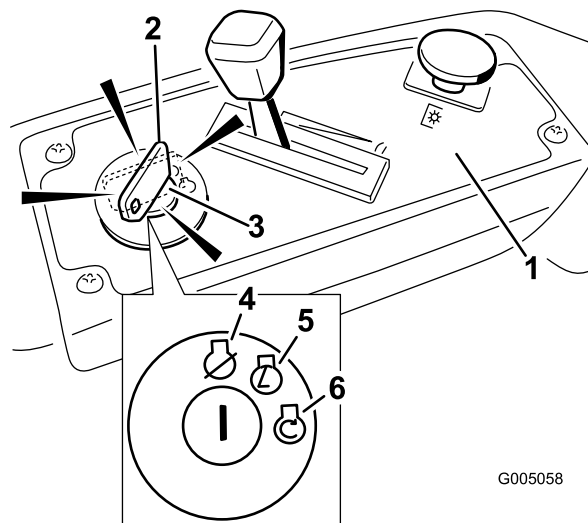

Figura 13
- Gire la llave de contacto a Arranque para activar el motor de arranque. Cuando el motor arranque, suelte la llave (Figura 13).
2. Ponga el acelerador a un punto entre Rápido y velocidad media (Figura 13).